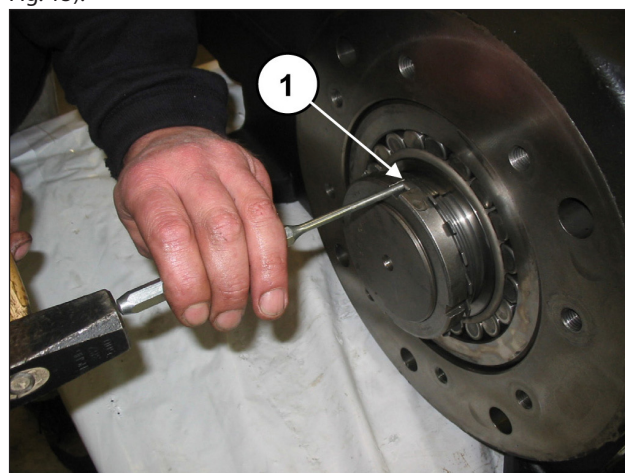

Fig. 15
Soulever la languette de la rondelle de sécurité (rep. ①, Fig. 15).